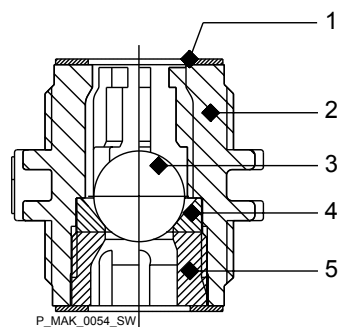

Fig. 28: Vista secção transversal Válvula de esfera única
1. ➤ Enroscar a cobertura da válvula (5) no lado de aspiração - ver Fig. 28.
2. ➤ Retirar as peças cuidadosamente do corpo da válvula (2).
6. ➤ Se existente: Colocar a mola de pressão no corpo da válvula (2).
7. ➤ Colocar a esfera da válvula (3) e o assento da válvula (4).
8. ➤ Enroscar a cobertura da válvula (5).